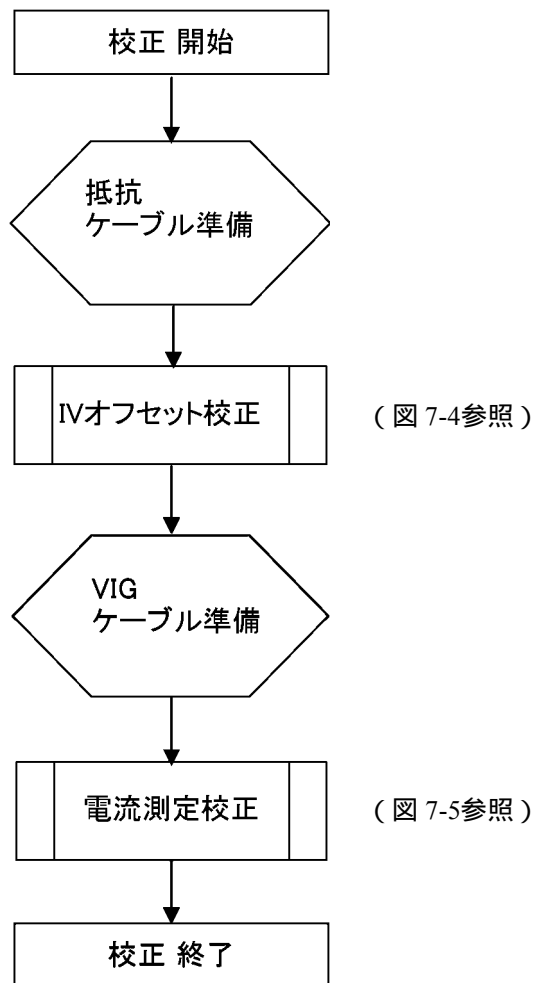

図 7-3 校正のフロー
3. 「図 7-3 校正のフロー」に従って、IV オフセット校正、電流測定校正の順に校正を行います。